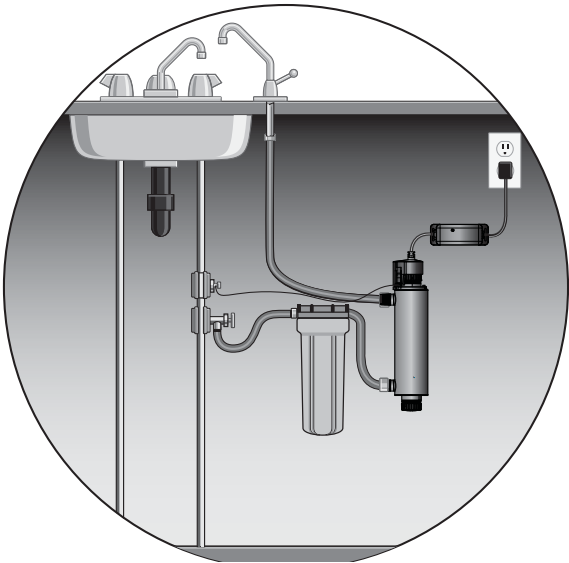

Figure 2 Système de désinfection
- La Figure 2 décrit l'installation d'un système typique de point d'utilisation (PU) et des composants connexes qui peuvent être utilisés pour l'installation. L'utilisation d'un ensemble de dérivation est recommandée dans le cas où le système nécessite une maintenance hors ligne. Dans ce cas, notez que le système nécessite une désinfection supplémentaire pour le système de distribution si de l'eau est utilisée pendant la dérivation. De plus, pendant la dérivation, l'eau NE sera PAS désinfectée et une étiquette « NE PAS CONSOMMER L'EAU » doit physiquement être installée sur l'ensemble de dérivation jusqu'à ce que le système soit assaini et à nouveau en service. Pour plus d'informations, consultez la Section 3.2. Si l'eau doit être consommée pendant que le système est hors ligne, l'eau doit être bouillie pendant deux minutes avant d'être consommée.